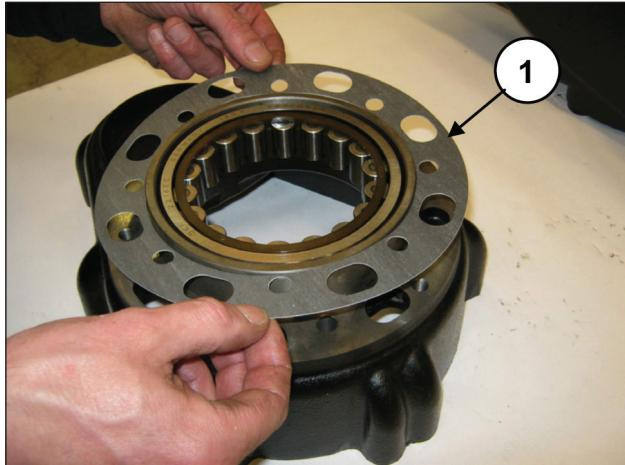
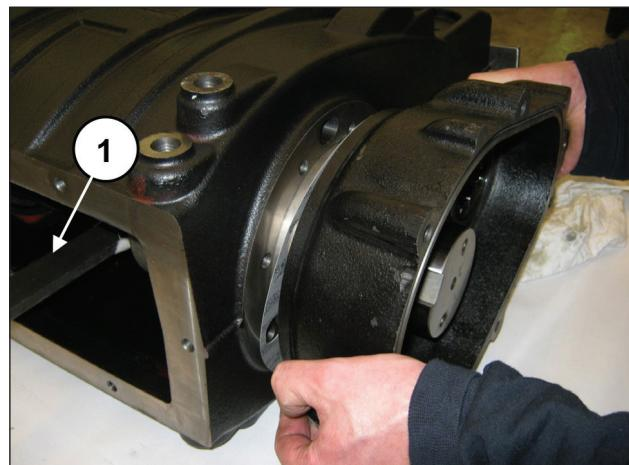

Fig. 63
Fig. 64
Desde el lado opuesto, introducir la junta lateral en la caja del reduedor (pos. ①, Fig. 63) y levantar el eje acodado para facilitar la introducción de la tapa (pos. ①, Fig. 64).